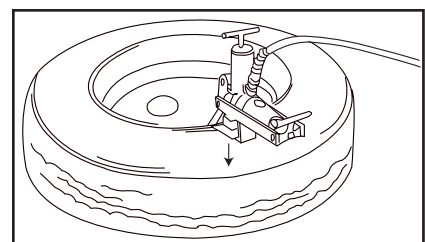

Figure 4
2. Continuer à appliquer la pression hydraulique jusqu'à ce que le vérin hydraulique s'étende d'environ 6,35 mm [1/4 in.] hors de l'outil. (Voir fig. 4.)